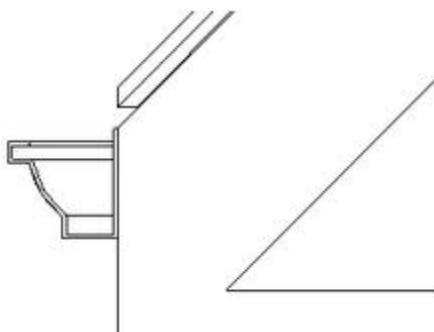

图 7-22 剖面图中显示的檐沟
3) 单击“修改 | 放置檐沟”选项卡中“放置”面板-“重新放置檐沟”命令，完成当前檐沟（图 7-22），并可继续放置不同的檐沟，将光标移到新边缘并单击放置。